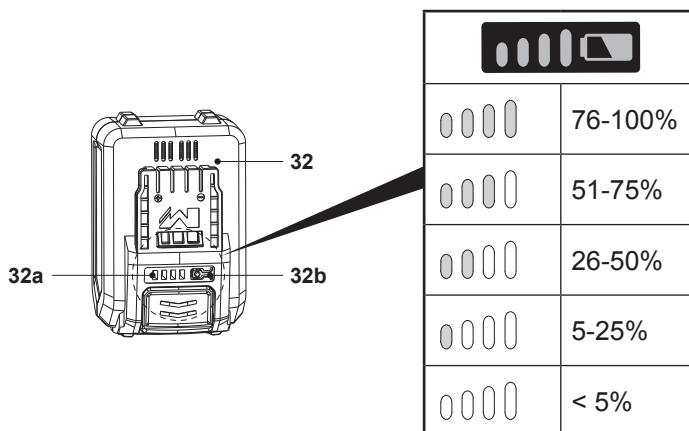

Fig. 19
Acumulatorul (32) este echipat cu indicatoare de capacitate (32a) pentru a vedea care este nivelul său de încărcare. Apasă pe butonul de capacitate a acumulatorului (32b) pentru a verifica nivelul (fig. 19). Ledurile vor rămâne aprinse circa 5 secunde.